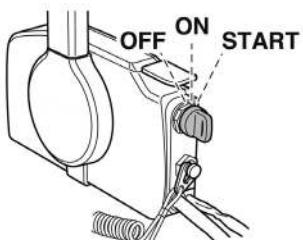

Рис. 29 Положения ключа зажигания
Система зажигания управляет ключом зажигания. Положения ключа зажигания показаны на Рис. 29.
- Переведите ключ зажигания в положение ON (Рис. 29).
- Переведите ключ зажигания в положение START (Рис. 29). Электрический стартер начнет проворачивать коленчатый вал двигателя.
- Сразу после запуска двигателя отпустите ключ зажигания, он автоматически встанет в положение ON (Рис. 29).
- Переведите ключ зажигания в положение OFF (Рис. 29). Двигатель должен остановиться.